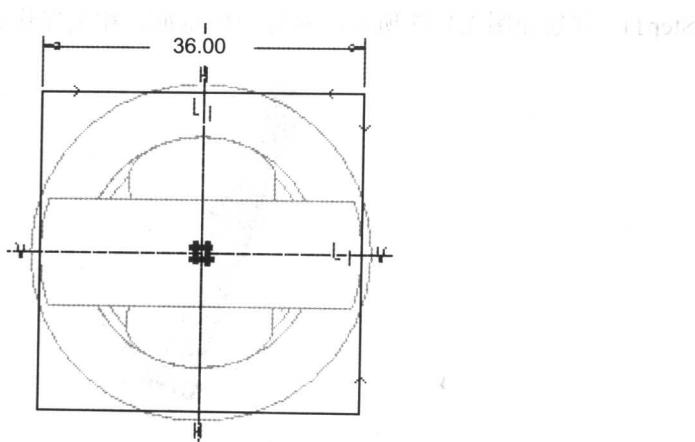

图 1.1.15
(3) 单击草绘截面放置属性定义窗口中的 Sketch 按钮。
(4) 进入截面草绘环境后，选取图中的顶点及边线为参照，绘制如图 1.1.15 所示的特征截面。